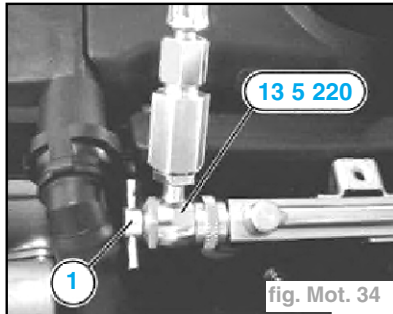

fig. Mot. 34
- Dévisser le robinet (1) pour que le clapet de mesure reste fermé. (fig. Mot. 34)
- Visser le robinet (1). (fig. Mot. 34)